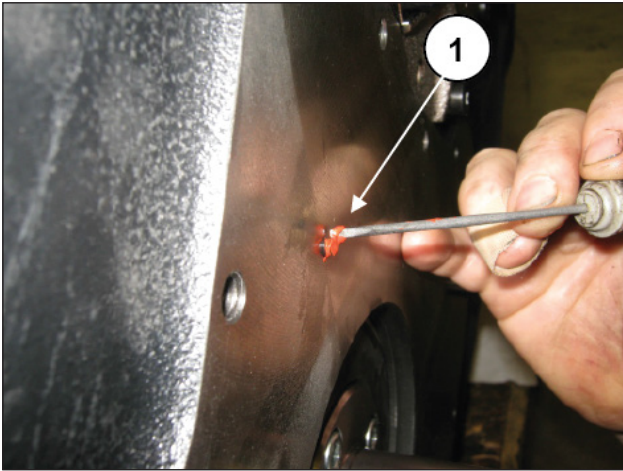
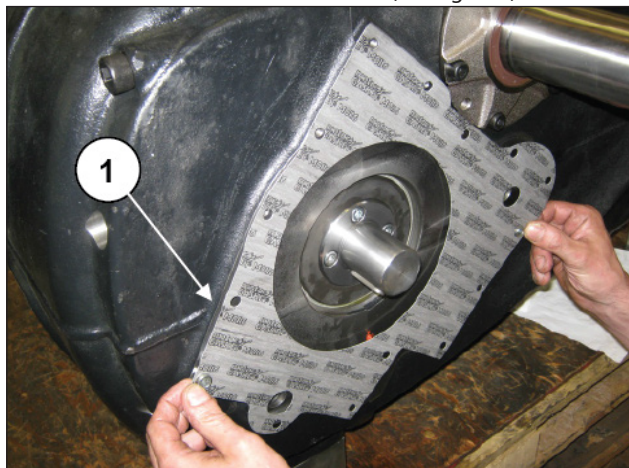

Fig. 116
Fig. 126
**umedeca com selante de silicone tipo MOTORSIL D (Arexons) todas as zonas de saliência dos vedantes OR em contato com os vedantes planos (Fig. 116, pos. ①).**
Monte a cobertura do eixo de manivela com a relativa junta (umidade prévia dos ORs salientes com vedador de silicone - ver Fig. 116 - e aperte os parafusos de fixação M8 (pos. ①, Fig. 121 - Fig. 122).
Monte a junta plana (pos. ①, Fig. 126) antes de umedecer os ORs salientes com vedador de silicone (ver Fig. 116).